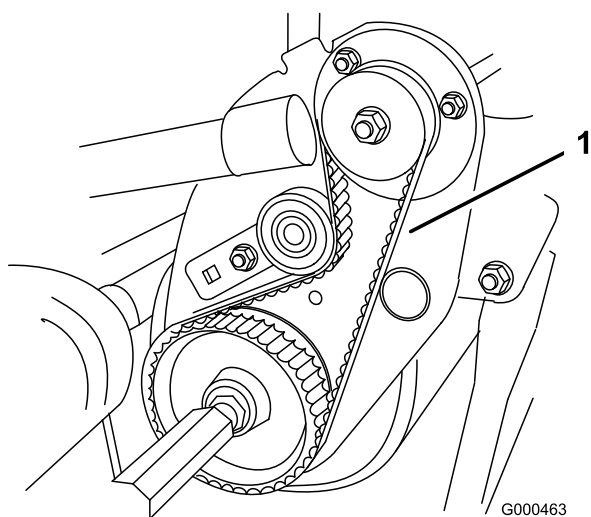

Figura 39
2. Verificate la tensione premendo sulla cinghia (Figura 39) al centro tra le pulegge, applicando una forza di $1,8 \pm 0,5$ kg. La cinghia deve flettersi di 4,8–7,9 mm. Se la flessione non è esatta, procedete alla voce seguente.